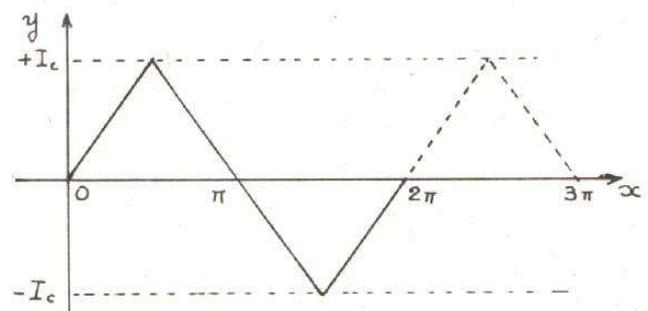

Fig. 4. - Signal triangulaire.
- Les signaux triangulaires (fig. 4)